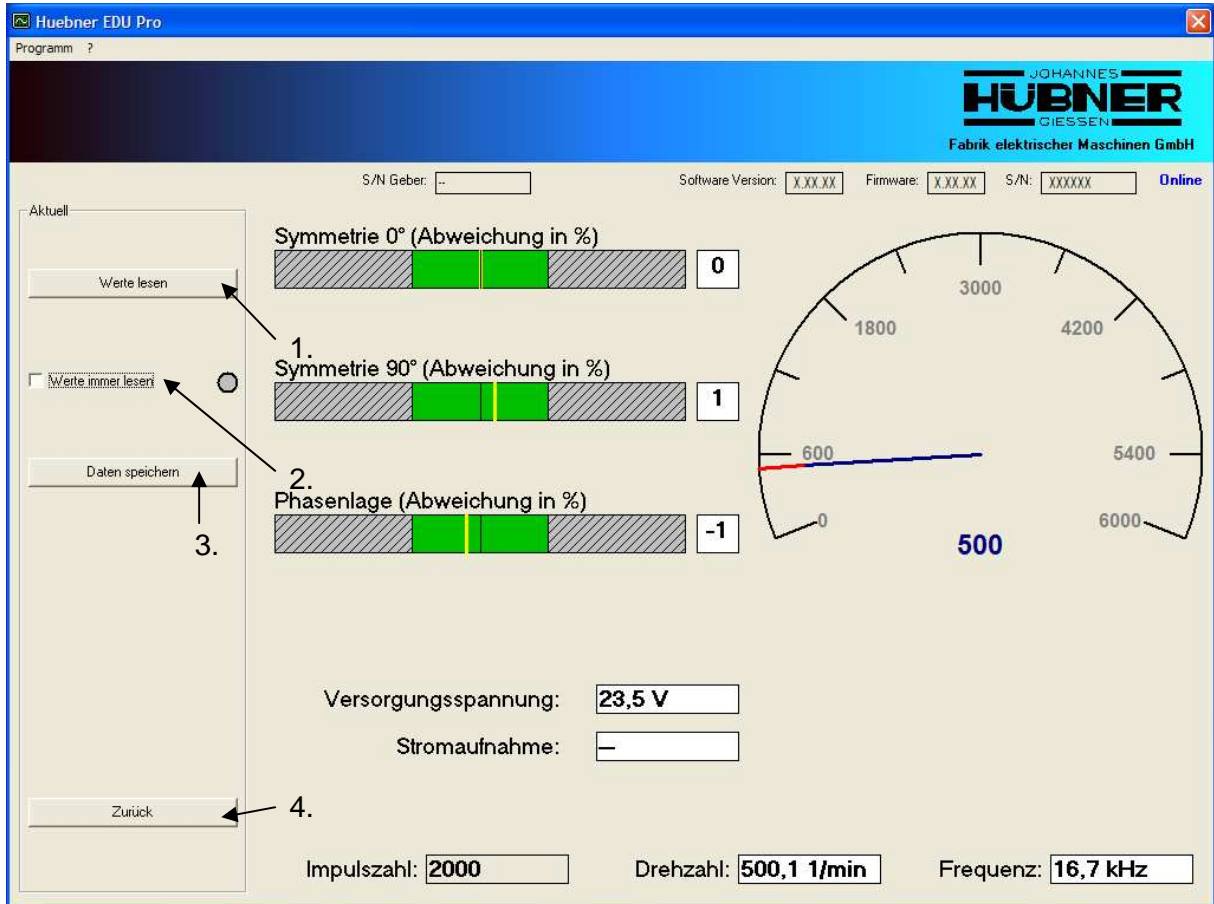

Abb. 15: Aktuell
4. – Knopf „Aktuell“ (ONLINE Messungen). Weiter Abb. 15.